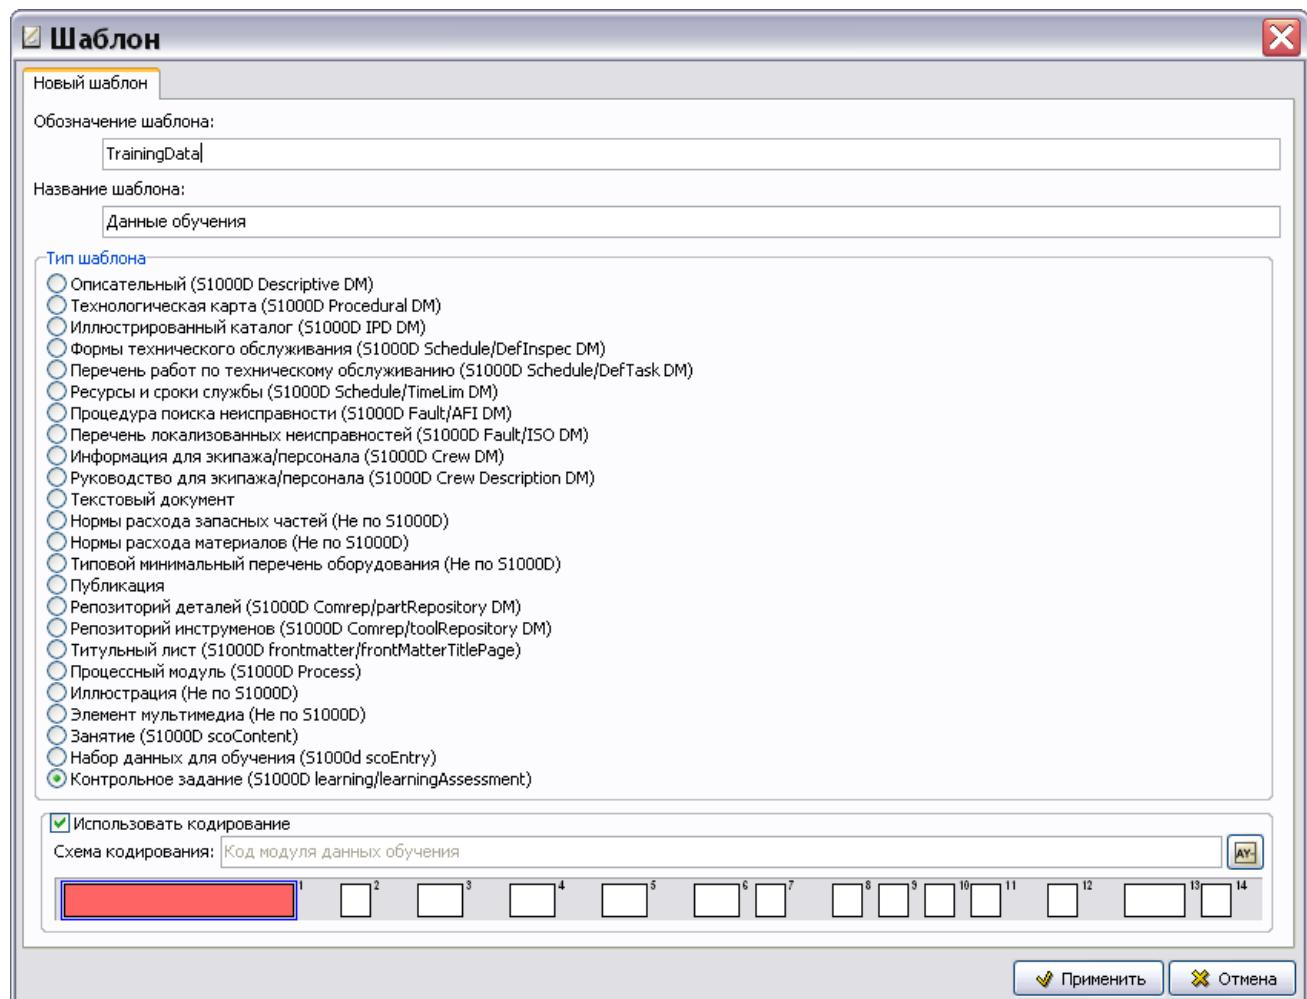

Рис. 3.83
2. В диалоговом окне **Шаблон** введите обозначение шаблона - «TrainingData» и название - «Данные обучения» (Рис. 3.83).
3. Укажите тип шаблона «Контрольное задание» (Рис. 3.83).